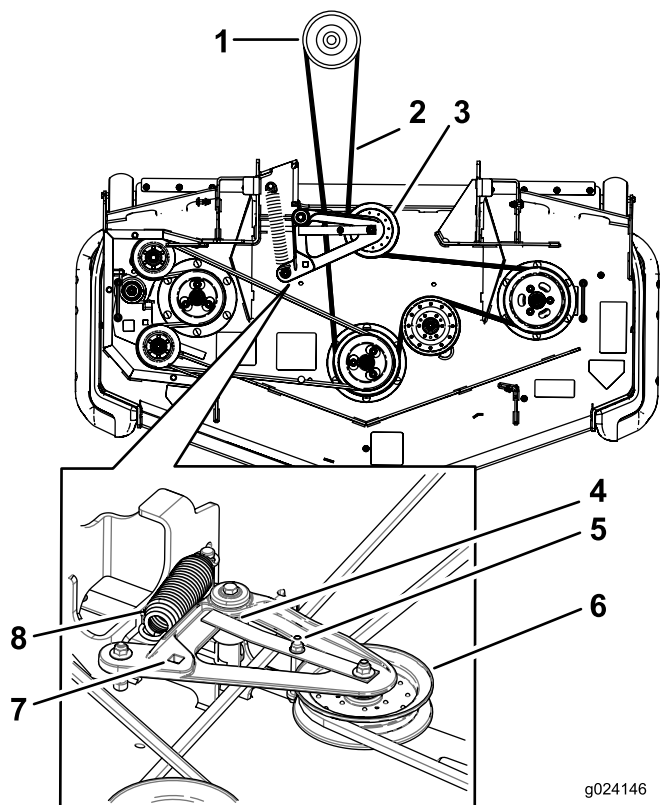

**Bild 73**
5. Entfernen Sie die Riemenabdeckung aus Kunststoff (Bild 73).
6. Entfernen Sie die Riemenabdeckungen (Bild 73).